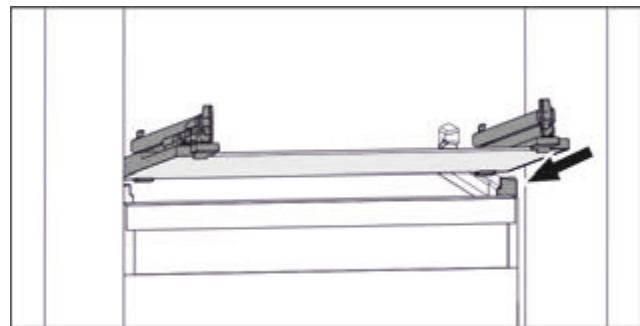

Fig. 99 Приближене відображення скляної пластини
- Встановити скляну пластину за стопорами навколо. (див. Fig. 99)